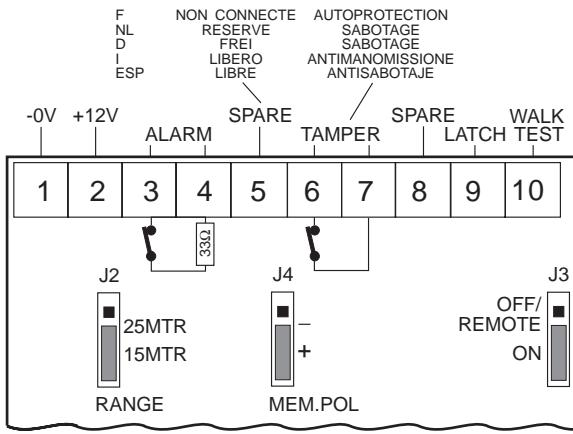

Fig. 3a
Lift off cover plate ① as shown. Open detector ② and remove electronics module ③, taking care not to touch pyroelectric sensor ④. Break out one or both cable entry hole(s) as required ⑤. Select mounting holes for corner ⑥ or flat wall ⑦ mounting. Use the base as a template for marking screw hole locations on the wall. Fasten the base to the wall. Strip cable for 5 cm and pull it through the cable entry hole(s) and strain relief. Replace the electronics module ③ and wire the detector as shown (fig. 3a & 3b). Move jumpers as required, replace cover ②, insert screw ⑧ and replace cover plate ①.
Fixer la base au mur. Dénuder 5 cm de câble et le faire passer par l'entrée de câble et le serre-câble. Remettre le module électronique ③ en place et raccorder le détecteur comme indiqué (fig 3a & 3b.). Déplacer les cavaliers comme indiqué, replacer le couvercle ② introduire la vis ⑧ et replacer le couvercle ①.
Bevestig de basis aan de wand. Strip de kabel(s) ongeveer 5 cm, steek hem door de kabelinvoer en zet hem vast met de trekontlastingsklem. Zet de elektronische module ③ terug en bedraad zoals aangegeven (fig. 3a & 3b.). Plaats de jumpers als gewenst, plaats de deksel ② monteren de schroef ⑧ en plaats afdekplaat ①.
Nehmen Sie die Abdeckplatte ① wie dargestellt ab. Öffnen Sie den Melder ② und nehmen Sie das Elektronik-Modul ③ heraus. Achten Sie dabei darauf, daß Sie den pyroelektrischen Sensor ④ nicht berühren. Brechen Sie je nach Erfordernis einen oder beide Kabeleingänge ⑤ heraus. Verwenden Sie entweder die Befestigungsöffnungen für eine Eckenmontage ⑥ oder auf einer Wand ⑦. Verwenden Sie die Gehäuserückseite als Schablone für das Markieren der Befestigungslöcher auf der Wand. Führen Sie das Kabel nach dem es ca. 5 cm abgespannt wurde durch die Kabeleinführung und Zugentlastung in das Gehäuse ein. Setzen Sie das Elektronik-Modul ③ wieder ein und verdrahten Sie den Melder wie dargestellt (Abb. 3a & 3b.). Steckbrücken gemäß Anforderungen aufstecken, Abdeckung ② montieren, Schraube ⑧ einfügen und Abdeckplatte wieder aufsetzen ①.
Togliere la calotta di copertura ① sollevandola come da illustrazione. Aprire il rivelatore ② ed estrarre il modulo elettronico ③, prestando attenzione a non toccare il sensore piroelettrico ④. Liberare uno dei fori passacavo o entrambi, secondo necessità ⑤. Scegliere i fori per il fissaggio ad angolo ⑥ o su parete piana ⑦. Utilizzare la base come maschera per contrassegnare sulla parete i fori per le viti di fissaggio. Fissare la base sulla parete. Spelare il cavo per 5 cm e introdurlo attraverso il foro (o i fori) passacavo e l'isolatore intermedio. Riposizionare il modulo elettronico ③ e collegare il sensore come da illustrazione (fig. 3a & 3b.). Spostate il cavallotto nella posizione richiesta, togliere il frontale ② inserite la vite ⑧ e riposizionate il coperchio ①.
Retire la placa de cubierta ① como se muestra en la figura. Retire sacar ② el módulo electrónico ③, tenga cuidado de no tocar el sensor piroeléctrico ④. Según se requiera, rompa uno o ambos agujeros ⑤ para pasar el (los) cable(s). Elija los agujeros de montaje para una esquina ⑥ o para una pared ⑦. Utilice la base como placa para marcar los agujeros a realizar en la pared. Fije la base a la pared. Pelar 5 cm. el cable e introducirlo a través de la(s) entradas previstas para ello. Vuelva a colocar en su lugar el módulo electrónico ③ y conecte el cable al sensor como se indica en la figura (fig 3a & 3b.). Colocar los puentes según se necesite, poner la tapa ②, atornillar ⑧ y fijar la tapa exterior ①.
Programme the range (fig. 3a & 3b).Jumper **J2** selects range of under 15 metres or up to 25 metres as required.
Programmer la portée (fig. 3a & 3b) au moyen du cavalier de pontage **J2**: pour moins de 15 mètres ou pour 25 mètres.
Programmeer het bereik (fig. 3a & 3b) met jumper **J2**: voor bereik tot 15 meter of voor bereik tot 25 meter.
Stellen Sie die gewünschte Erfassungsreichweite (Abb. 3a & 3b) mit der Steckbrücke **J2** auf 15 Metern oder 25 Metern ein.
Programmare il raggio d'azione (fig. 3a & 3b) e mediante la regolazione del ponticello **J2**, per un raggio d'azione al di sotto dei 15 metri e per un raggio d'azione a 25 metri.
Programe el área (fig. 3a & 3b) de detección mediante puente **J2** para un espacio inferior a 15 metros o para 25 metros.